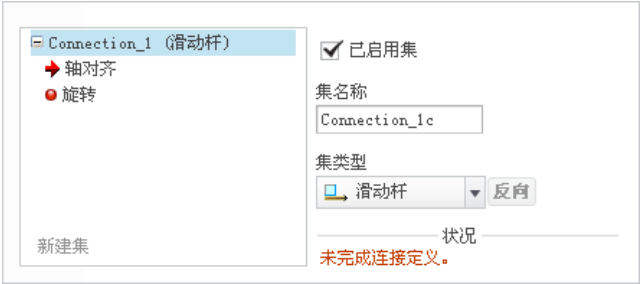

图 9.7.1 “放置”界面
(1) 在约束集选项列表中选取  滑动杆 选项。
(2) 修改连接的名称。
① 单击操控板菜单中的 **放置** 选项卡，系统出现图 9.7.1 所示的“放置”界面。